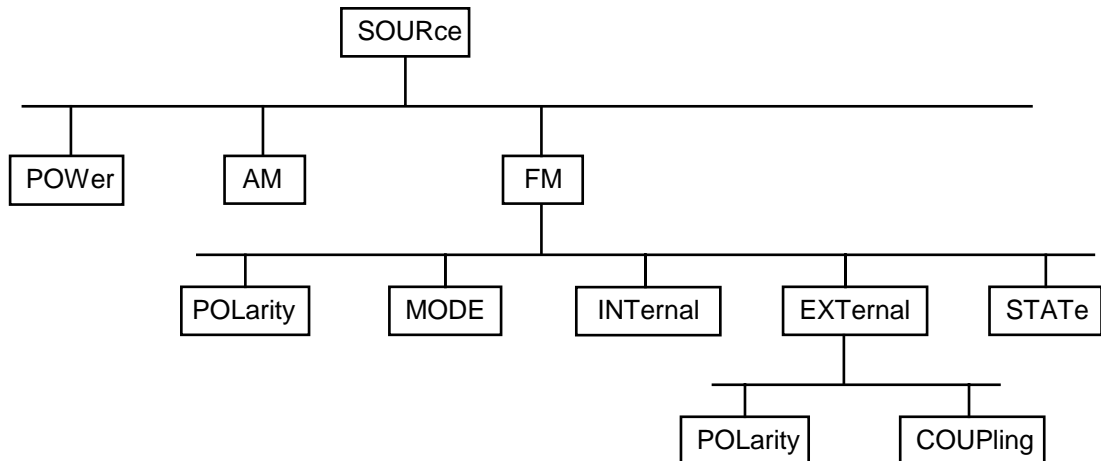

Bild 8-1 Baumstruktur der SCPI-Befehlssysteme am Beispiel des Systems SOURce
SCPI (Standard Commands for Programmable Instruments) beschreibt einen einheitlichen Befehlssatz zur Programmierung von Geräten, unabhängig vom Gerätetyp oder Hersteller. Zielsetzung des SCPI-Konsortiums ist es, die gerätespezifischen Befehle weitgehend zu vereinheitlichen. Dazu wurde ein Gerätemodell entwickelt, das gleiche Funktionen innerhalb eines Gerätes oder bei verschiedenen Geräten definiert. Befehlssysteme wurden geschaffen, die diesen Funktionen zugeordnet sind. Damit ist es möglich, gleiche Funktionen mit identischen Befehlen anzusprechen. Die Befehlssysteme sind hierarchisch aufgebaut. Bild 8-1 zeigt diese Baumstruktur anhand eines Ausschnitts aus dem Befehlssystem `SOURce`, das die Signalquellen der Geräte bedient. Die weiteren Beispiele zu Syntax und Aufbau der Befehle sind diesem Befehlssystem entnommen.
**Hierarchie:** Gerätespezifische Befehle sind hierarchisch (siehe Bild 8-1) aufgebaut. Die verschiedenen Ebenen werden durch zusammengesetzte Header dargestellt. Header der höchsten Ebene (root level) besitzen ein einziges Schlüsselwort. Dieses Schlüsselwort bezeichnet ein ganzes Befehlssystem.
Gehören die aufeinanderfolgenden Befehle zum gleichen System und besitzen damit eine oder mehrere gemeinsame Ebenen, kann die Befehlszeile verkürzt werden. Dazu beginnt der zweite Befehl nach dem Strichpunkt mit der Ebene, die unter den gemeinsamen Ebenen liegt (siehe auch Bild 8-1). Der Doppelpunkt nach dem Strichpunkt muß dann weggelassen werden.